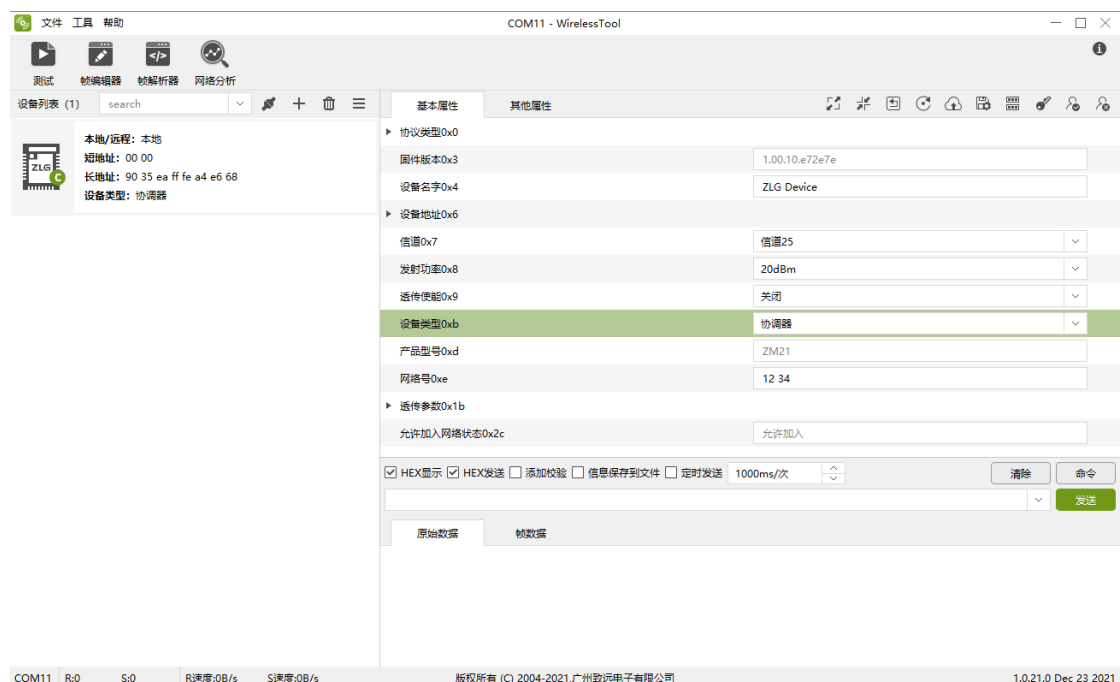

图 4.9 基本属性
b) 点击【基本属性】获取模块目前的固件类型、固件版本、设备地址等信息，可以进行信道、网络号、发射功率、设备类型等参数的配置，修改完成后，需要点击属性窗口工具栏上的【保存配置】，才能使得参数生效，如图 4.9 所示。